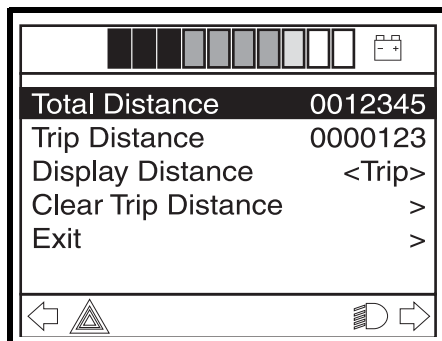

Abbildung 3. Menübildschirm
3. Drücken Sie den Joystick zur Auswahl der Option „Distance“ (Fahrstrecke) nach oben oder unten und dann zum Anzeigen der Streckeneinstellungen nach links oder rechts. **Siehe Abbildung 3.**